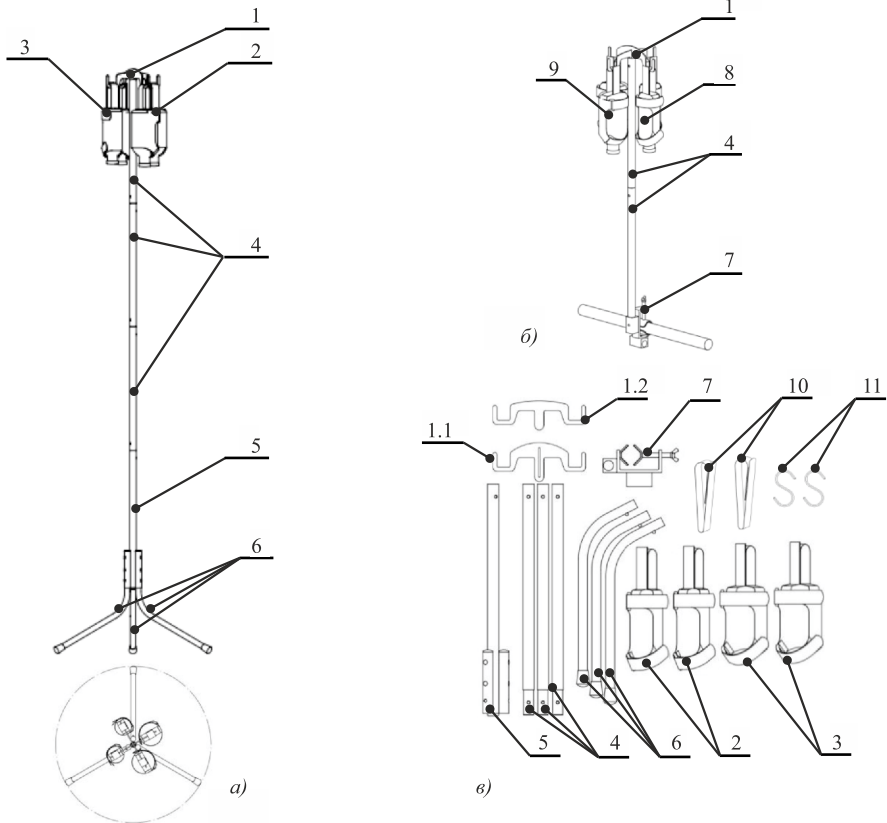

Рис. 1. Общий вид изделия.
Штатив конструктивно представляет сборно-разборное изделие (см. рисунок 1), имеющее следующие составные элементы и узлы. Основание стойки (5), размещаемое на трех ножках штатива (6) для размещения на полу, соединяется с тремя коленами стойки (4), образуя стойку штатива. Внутри верхнего колена стойки вставляется крестовина (1), образуемая при установке переключателя-держателя №2 (1.2) в прорезь переключателя-держателя №1 (1.1). Каждая переключатель-держатель имеет по два крюка.